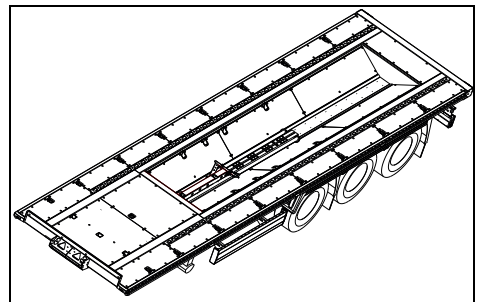

Bild 5 Ablage in Coilmulde
- 2 Streben in der Coilmulde ablegen (Bild 5).
- 5 Rungen in der Coilmulde ablegen (Bild 5).
- 9 Querträger mit den Vierkantbolzen nach oben in der Coilmulde ablegen (Bild 5).